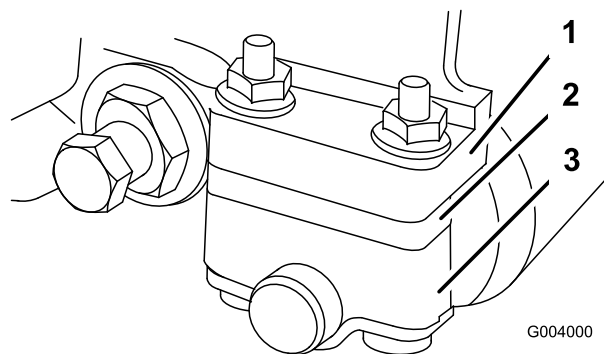
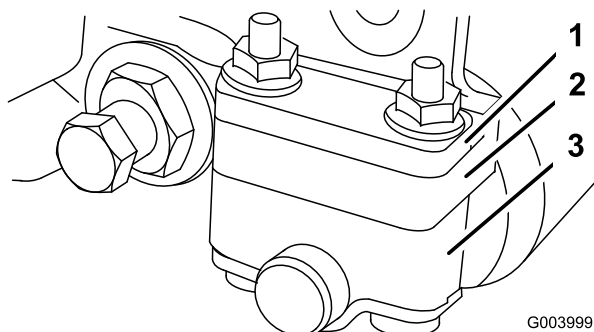

Figure 52
Figure 51
1. Réglez les supports du rouleau arrière à la position supérieure ou inférieure selon la gamme de hauteur de coupe voulue (Figure 51 et Figure 52).
- Placez l'entretoise en-dessous de la bride de fixation de la plaque latérale lorsque les hauteurs de coupe sont comprises entre 3 et 25 mm (Figure 52).